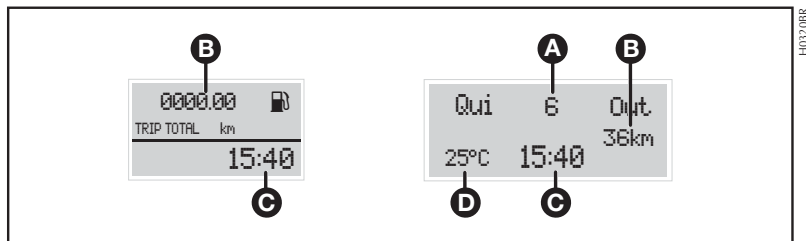

fig. 58
- Hodômetro total/parcial (**B-fig. 58**).
- Relógio (**C-fig. 58**).
- Temperatura externa (**D-fig. 58**).
- Data (**A-fig. 58**).